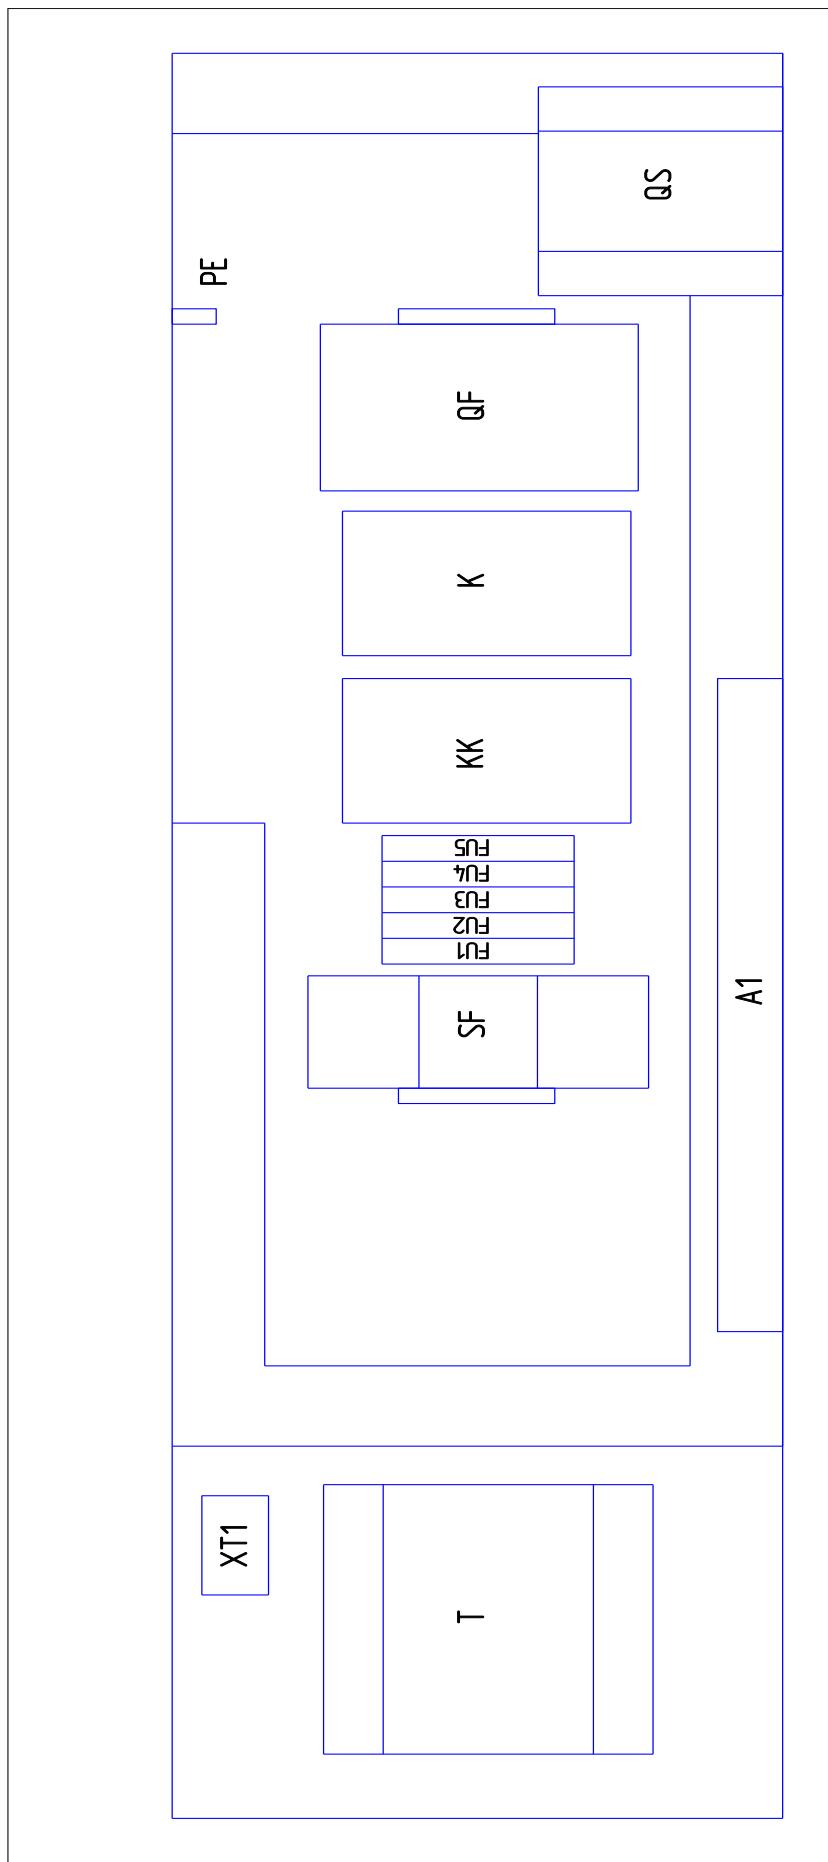

Рисунок 6 – Блок-схема компрессорной установки
- 4) Плавкие предохранители - (см. рисунок 6) защита цепей управления и сигнализации;